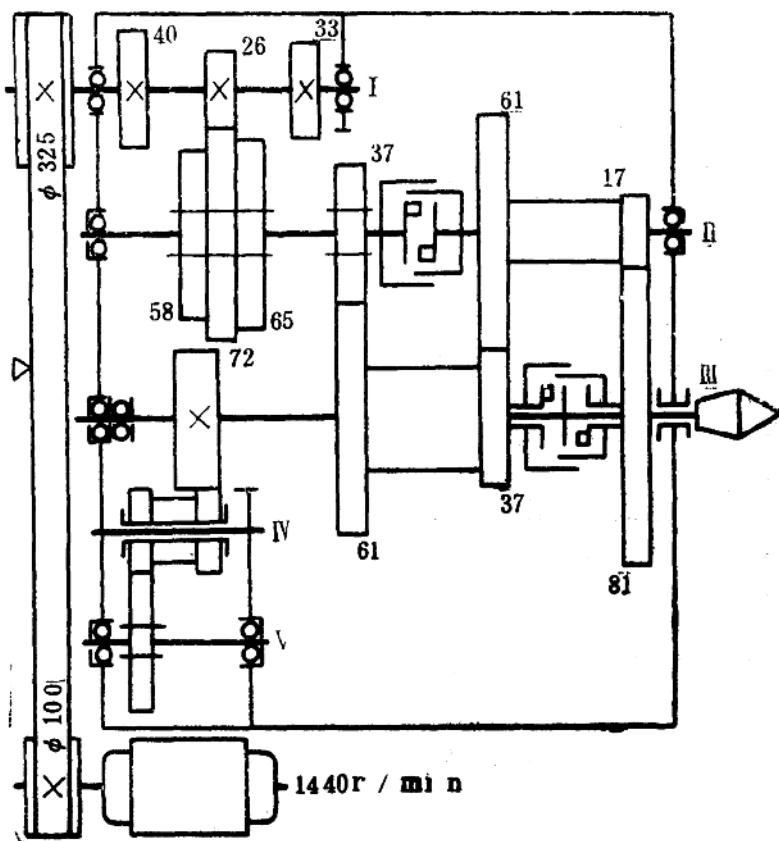

图 6 F1车床主传动系统图
- ① 公制螺纹: $K = 1, T = 4.5\text{mm}$ 。
- ② 模数螺纹: $K = 1, m = 4.5\text{mm}$, 左旋。
- ③ 英制螺纹: $K = 2, a = 3\frac{1}{2}\text{扣/时}$ 。
- ④ 径节螺纹: $K = 2, DP = 3\frac{1}{2}\text{牙/时}$, 左旋。
- ⑤ 较高精度公制螺纹: $K = 1, T = 2\text{mm}$ 。
- ⑥ 非标准螺纹: $K = 1, S$ (螺距) = 7.5mm 。
- ⑦ 大螺距表外螺纹: $K = 1, S$ (螺距) = 200mm 。
24. 分析图 6 机床的主传动系统图: 写出主轴的传动路线表达式; 计算主轴的各级转速; 分析其传动特点。